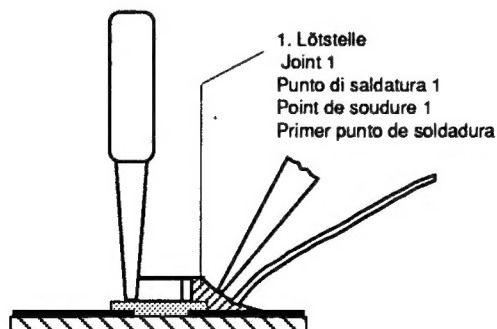

Fig. 4
4. Schritt: CHIP an der Lötstelle ansetzen, zentrieren und anlöten (Fig. 4).
4. step: Put the CHIP onto the soldering point, then center and fix it (Fig. 4).
4. Poser le composant CMS sur cette pointe de soudure, centrer et souder. Maintenir le composant CMS à l'aide d'une pince (Fig. 4).
4. Appoggiare il CHIP sul punto di saldatura, centrarlo e quindi soldarlo (Fig. 4).